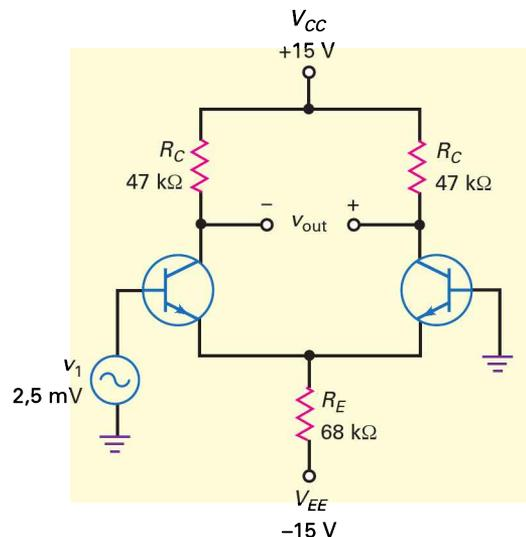

Figure 15.35
15.5 D'après la figure 15.35, quelle est la tension AC de sortie ? Si $\beta = 275$, quelle est l'impédance d'entrée de l'ampli diff ? Utilisez le cas idéal pour le calcul du courant de queue.
- 15.17 Quelqu'un réalise l'ampli diff représenté par la figure 15.35 sans mettre l'entrée inverseuse à la masse. À quoi est égale la tension de sortie ? À partir de la réponse précédente, que faut-il à un ampli diff ou un ampli op pour fonctionner correctement ?